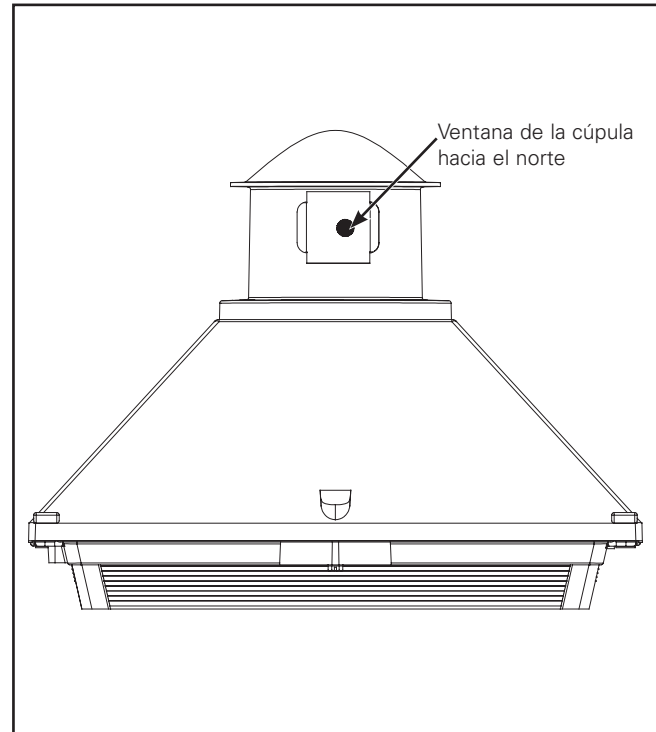

Figura 5.
3. Gire la cúpula hasta que la ventana de la cúpula quede hacia el norte. (Figura 5.) Alinee la flecha norte del receptáculo de fotocontrol con la ventana en la cúpula. Vuelva a apretar los tornillos e instale el fotocontrol.